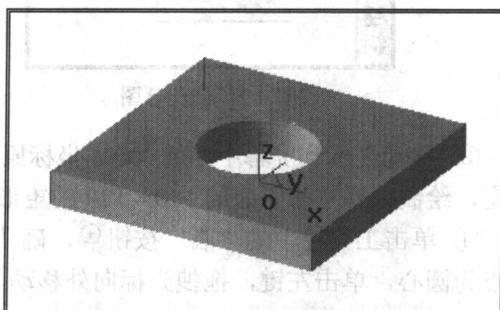

图 0-9 拾取过渡边
② 使用默认过渡半径值，移动光标至实体侧边位置，待光标提示变为 \diamond 时，单击左键，拾取该实体边为过渡边。同样，拾取其他两条可见的实体侧边。
③ 按住 Shift 键，多次按 \leftarrow 键，旋转实体至背面可见，拾取侧边，如图 0-9 所示，单击确定按钮，生成圆角过渡。